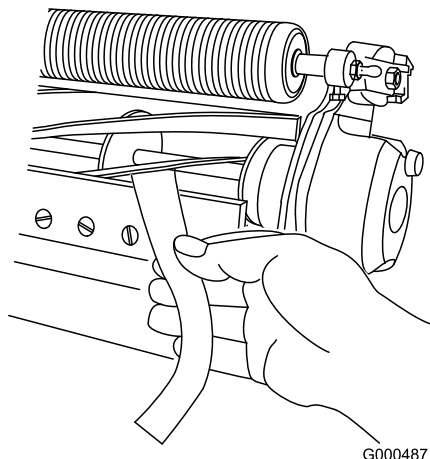

Figura 7
- Insira uma fita comprida de papel de desempenho de corte entre o cilindro e a lâmina de corte, perpendicular à lâmina de corte (Figura 7) e, em seguida, rode **lentamente** o cilindro para a frente; deve cortar o papel; caso contrário, repita os passos A e B até que o faça.
11. Insira uma fita comprida de papel de desempenho de corte (Peça Toro N.º 125-5610) entre o cilindro e a lâmina de corte, perpendicular à lâmina de corte (Figura 7) e, em seguida, rode **lentamente** o cilindro para a frente; deve cortar o papel; caso contrário, rode cada parafuso de ajuste da barra de apoio no sentido dos ponteiros do relógio 1 clique e repita este passo até que corte o papel.